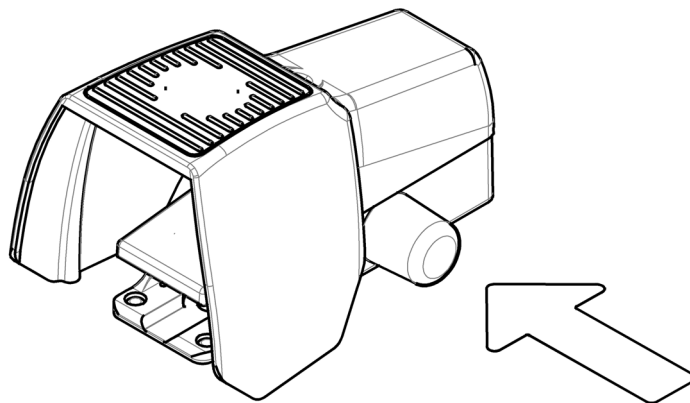

Imagen 4: Desbloqueo del conmutador de pedal
- Si la parada de emergencia se produjo mediante el conmutador de pedal, desbloquee el conmutador presionando la cubierta de silicona azul situada en el lateral (cf. imagen 4).